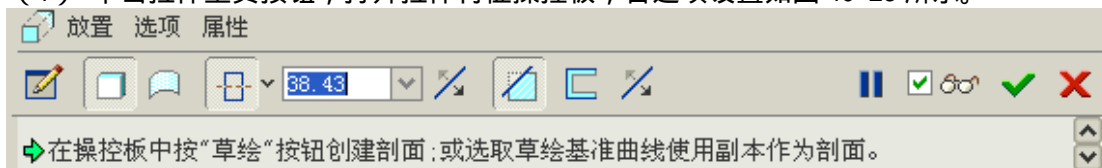

图 40-23
- (1) 单击拉伸工具按钮,打开拉伸特征操控板,各选项设置如图 40-23 所示。